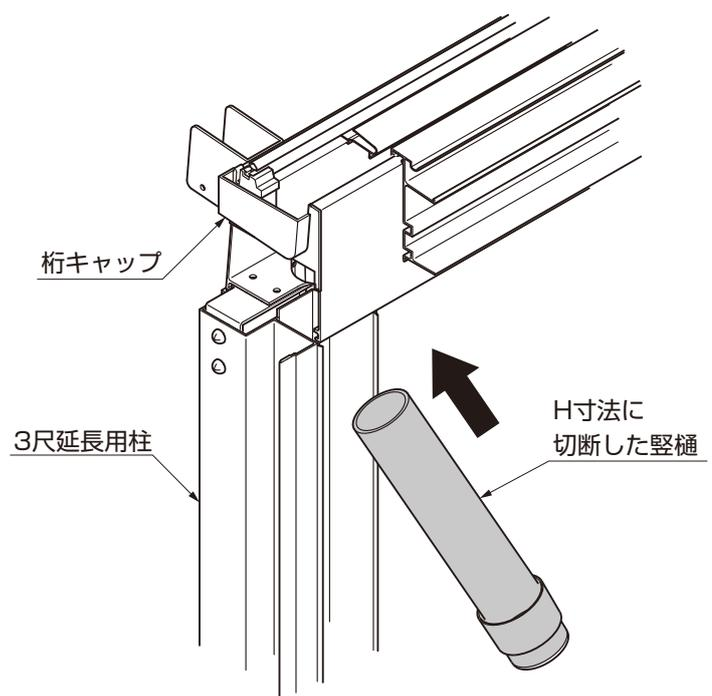

図9-3
- ③ 縦樋を桁キャップにはめ込んでください。(図9-3参照)